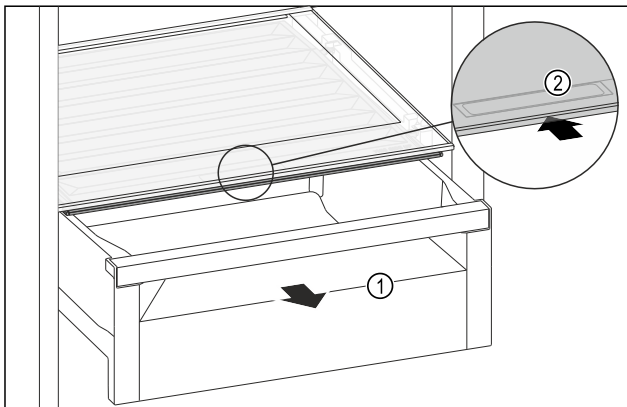

Fig. 109
- Schubfach Fig. 109 (1) herausziehen.
- Griffmulde Fig. 109 (2) am Fachdeckel anfassen und Fachdeckel gleichzeitig nach hinten schieben.